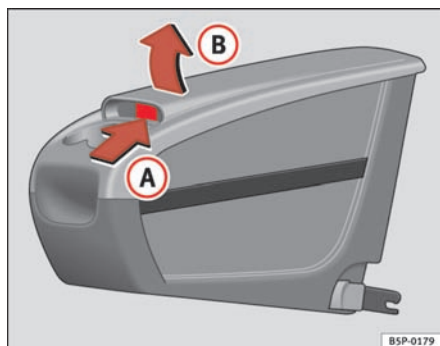

Fig. 111 Transportabel opbevaringsboks – åbning
- Løft afdækningen (B) i område (A) ⇒ side 138, fig. 111.